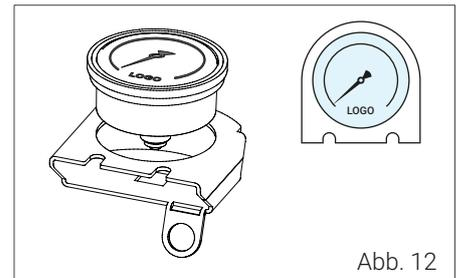

Abb. 12
- 7 Nehmen Sie die alte Manometereinheit aus dem Manometerhalter heraus und ersetzen Sie diesen durch die vorbereitete neue Einheit. Achten Sie darauf, dass Sie das Manometer in der richtigen Ausrichtung einsetzen. Das Logo vom Manometer muss sich auf der geraden Seite des Manometerhalters befinden (Abb. 12). Legen Sie jetzt das neue Schutzglas (33) auf den Gehäusering. Der kleinere Durchmesser vom Schutzglas muss sich dabei oben befinden. Fahren Sie mit Pkt. 9 - Montage Manometereinheit - fort.